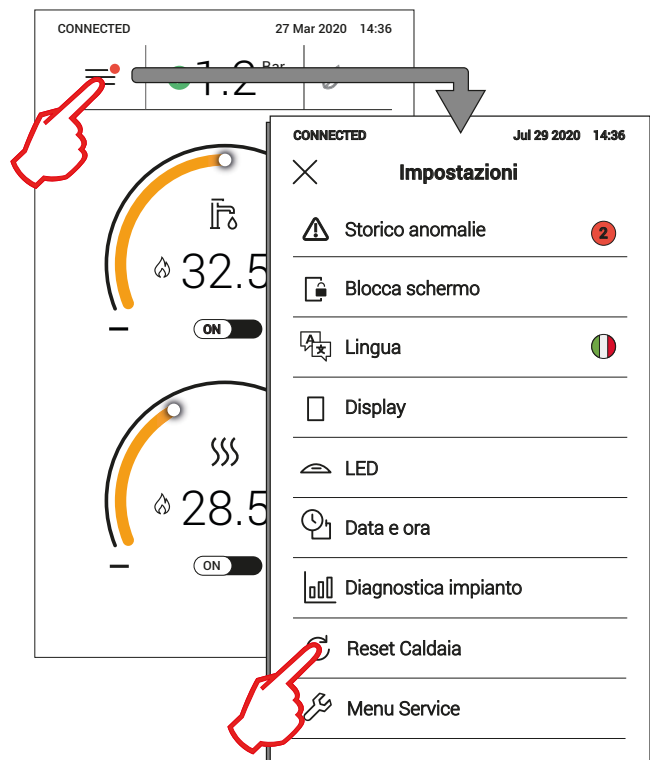

fig. 34
- 1 - Tocando [RESET] cuando aparece una ventana similar a la ilustrada en fig. 34.